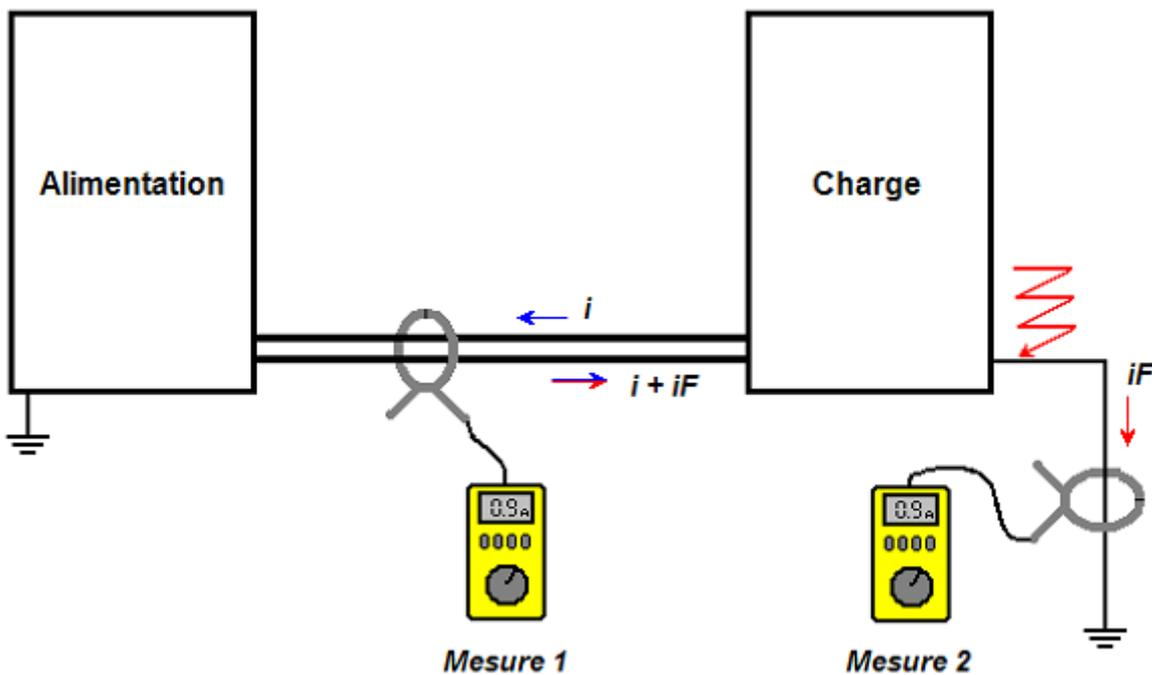

Figure 14
1. En monophasé, enserrer la pince autour des deux (2) câbles représentant l'aller et le retour (i) de l'alimentation (figure 14 - mesure 1). En principe les courants dans les deux câbles doivent être de valeurs identiques mais de polarité inverse. La valeur lue est par conséquent NULLE ($i = 0$). Si cette valeur n'est pas nulle, c'est qu'un courant parasite (i_F) a été généré par la charge. C'est un courant de fuite.
2. L'autre méthode consiste à effectuer une mesure de courant dans la terre de la charge (figure 14 - mesure 2). En principe aucun courant ne doit être détecté dans cette terre. Si c'est le cas, c'est que la charge a généré un courant parasite (i_F) et qu'elle présente un défaut d'isolement.